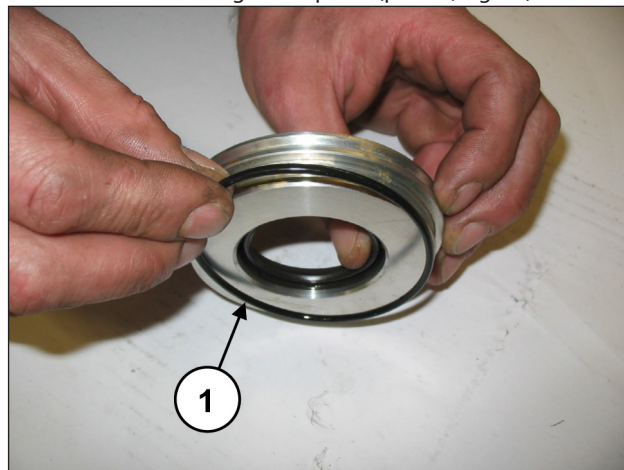
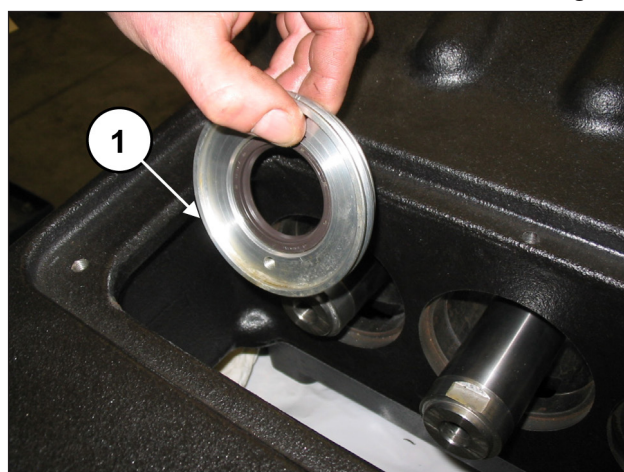

Fig. 95
Fig. 96
Posicione o anel circular (pos. ①, Fig. 95) no lugar apropriado na cobertura da vedação do óleo e insira o grupo montado no interior do cárter no lugar adequado (pos. ①, Fig. 96).